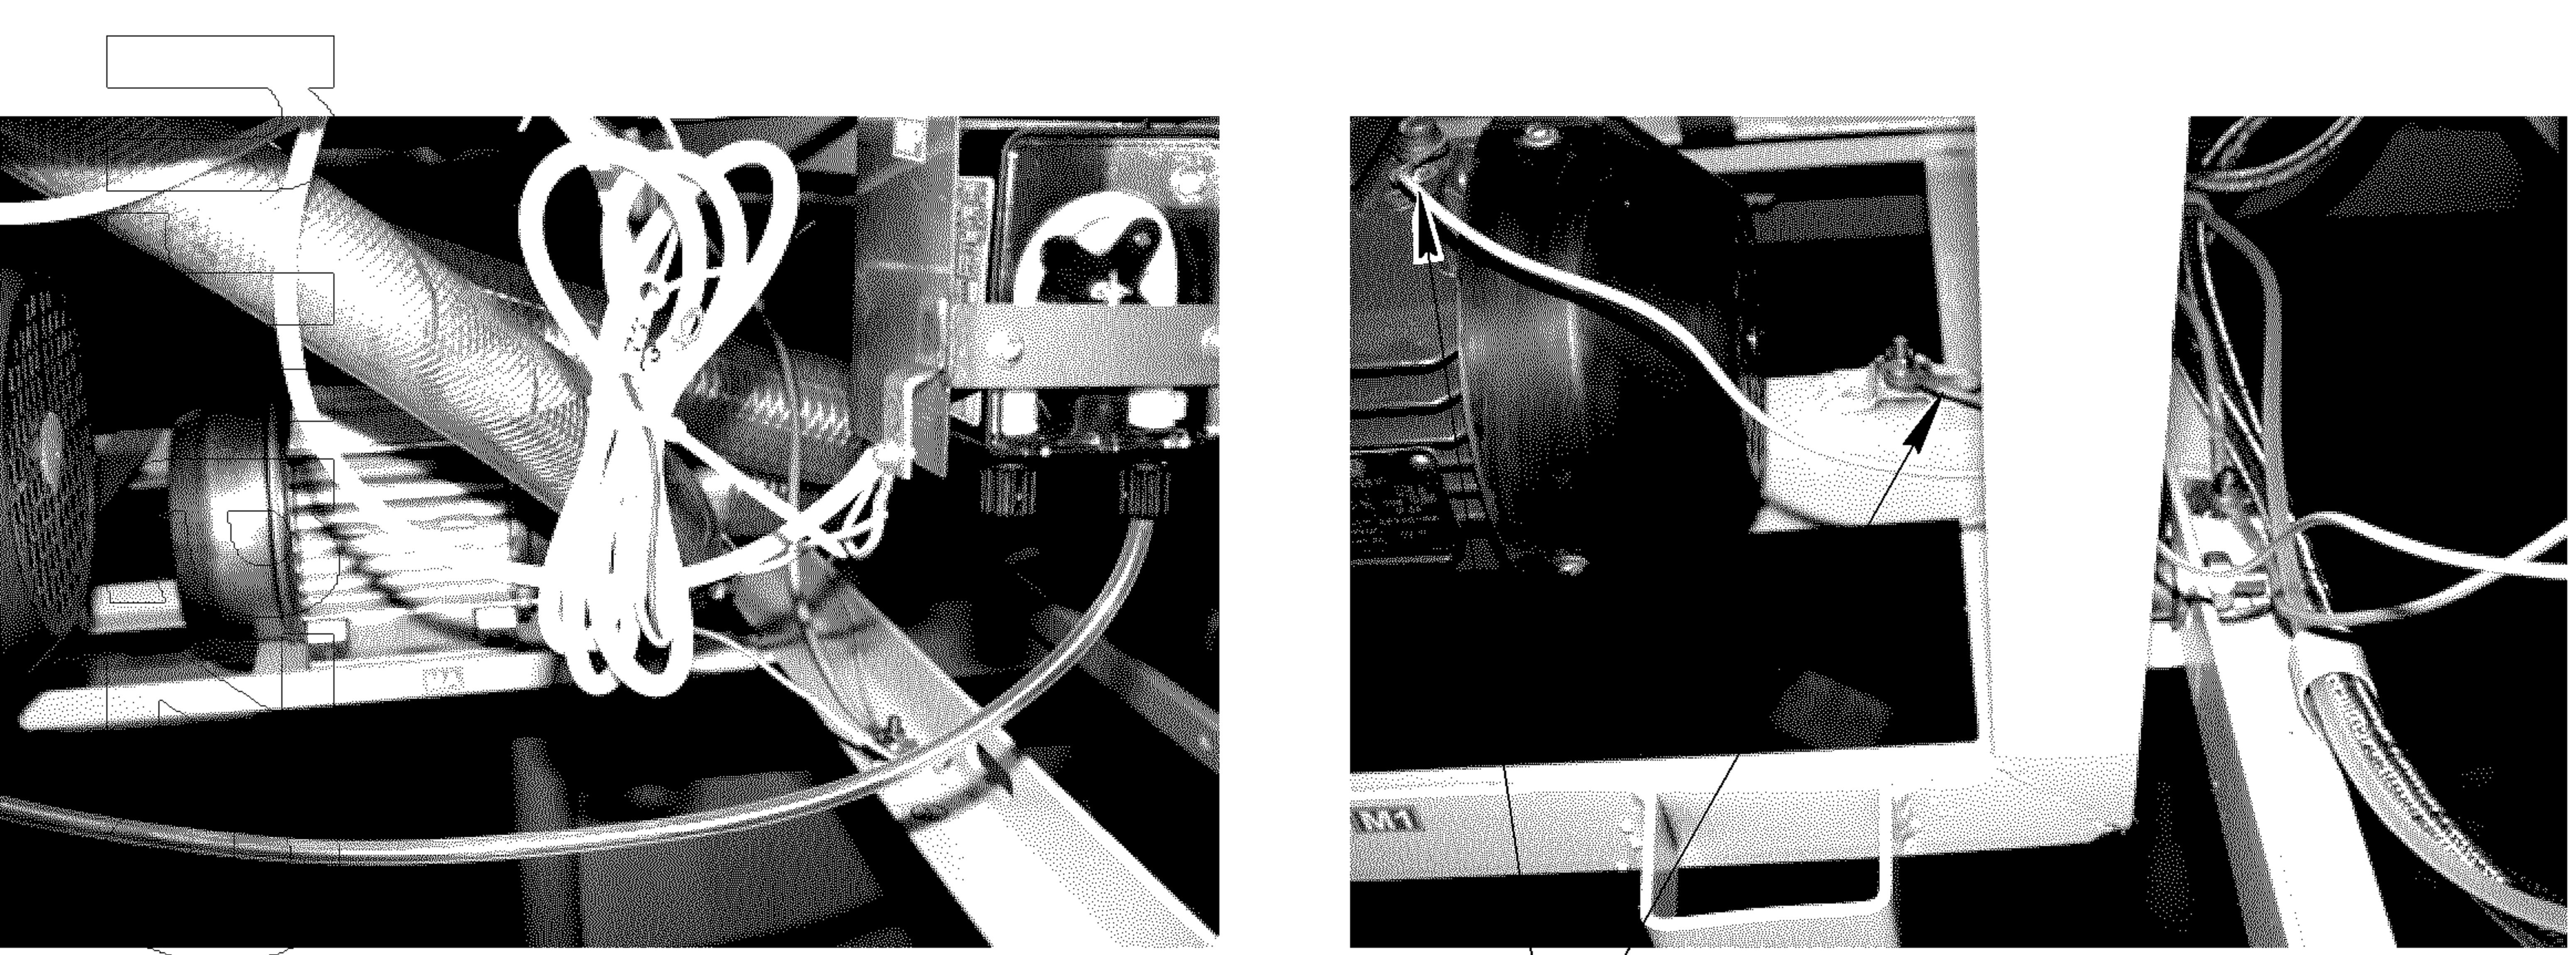

Рис. 22
27. Сложить и связать между собой под правым электрошкафом отсоединеный кабель с маркировками 73 и 74 и желто-зеленый провод поз. 54 для удобства транспортировки (рис. 22).